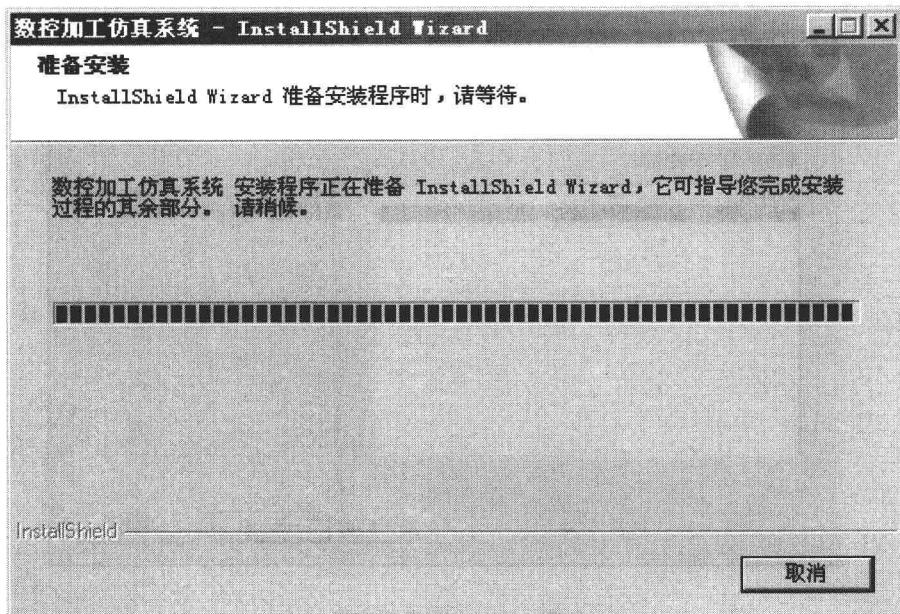

图 1-1 安装向导对话框
- 3) 选择适当的文件夹后，单击“打开”，在显示的文件名目录中双击 ，系统弹出图 1-1 所示的安装向导对话框。